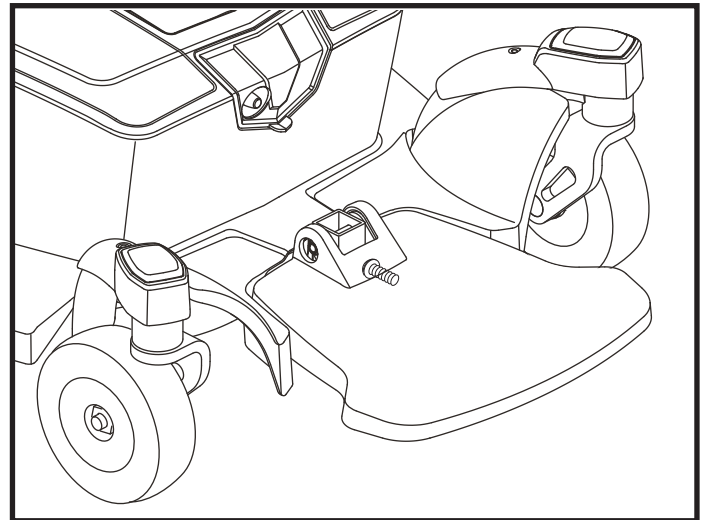

Figure 10. Inclinaison du repose-pieds
Vous pouvez régler l'inclinaison du repose-pieds. **Voir la figure 10.**
2. Tournez la vis de réglage pour soulever ou abaisser l'avant du repose-pieds. **Voir la figure 10.**